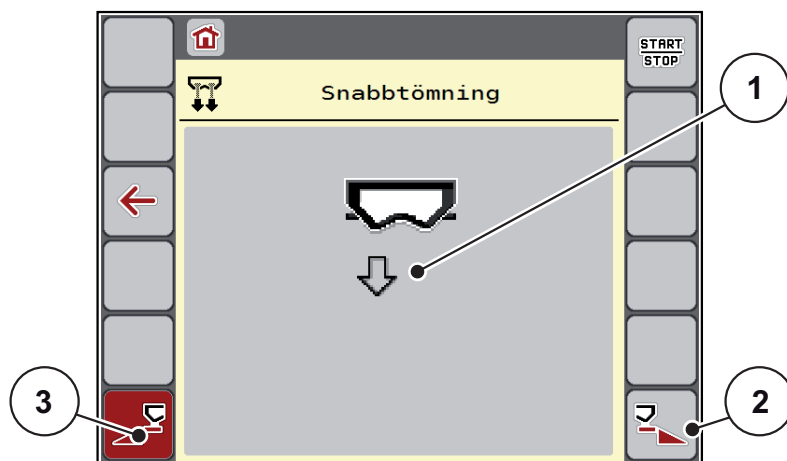

Bild 4.12: Meny Snabbtömning
- ▷ Displayen visar den valda delbredden som symbol (Bild 4.12, position [2]).